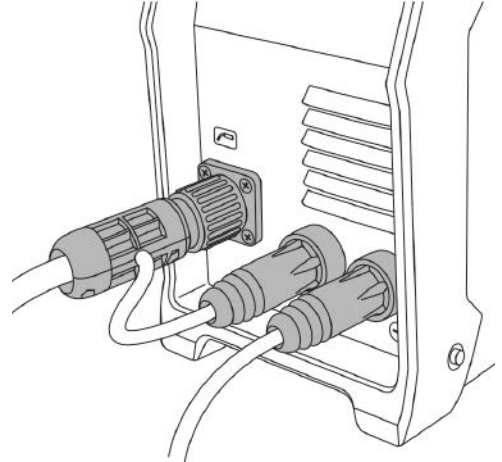

Рис. 7.2. Подключение силового наконечника клеммы заземления.
2. Вставьте силовой наконечник кабеля клеммы заземления в панельную розетку со знаком «+» или «-» (в зависимости от необходимых технологических задач – см. раздел 8) на передней панели аппарата, поверните его до упора по часовой стрелке, убедитесь в плотной фиксации соединения (см. рис. 7.2). Закрепите клемму заземления на заготовке.